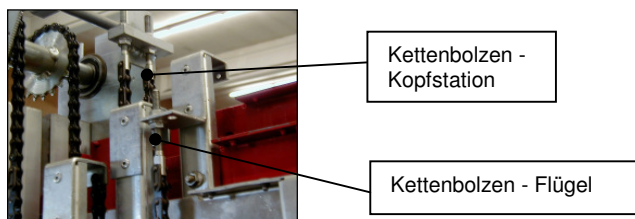

Abb. 6.4.4
8. Flügel 2, 3, 4 nach Flügel 1 ausrichten. (Verstellmöglichkeit über die Kettenbolzen am Flügel und an der Kopfstation möglich) **Abb. 6.4.4 und 6.4.5 sowie Zeichn. Nr. 17 172 - 4**